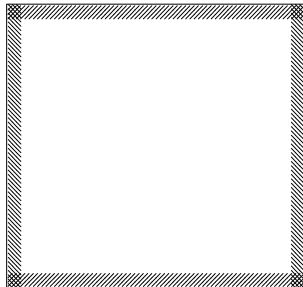

图 11-39 “右边”选项
- “右边”选项：单击该按钮，则所绘的线图案位于路径的右边，如图 11-39 所示。